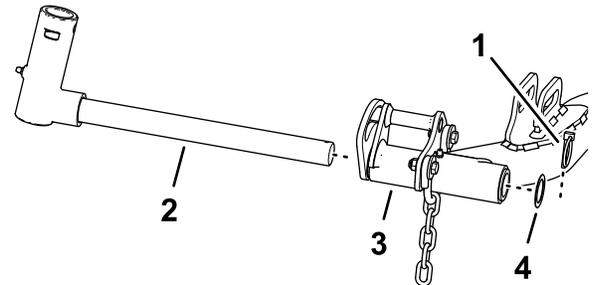

Рисунок 25
1. Снимите шплинт с кольцом и шайбу, крепящие поворотную втулку к подъемному рычагу, и извлеките вал из подъемного рычага (Рисунок 25).